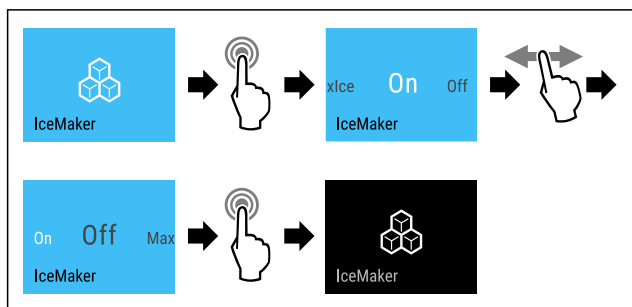

Fig. 23 Immagine a titolo di esempio con funzione attiva IceMaker
- ▶ Eseguire i passaggi (vedere Fig. 23).